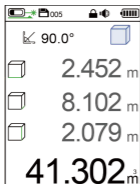

Imagen 7 Primer volumen medido
Paso 1: Mida el primer volumen (consulte Medición del volumen), como se muestra en la Imagen 7;